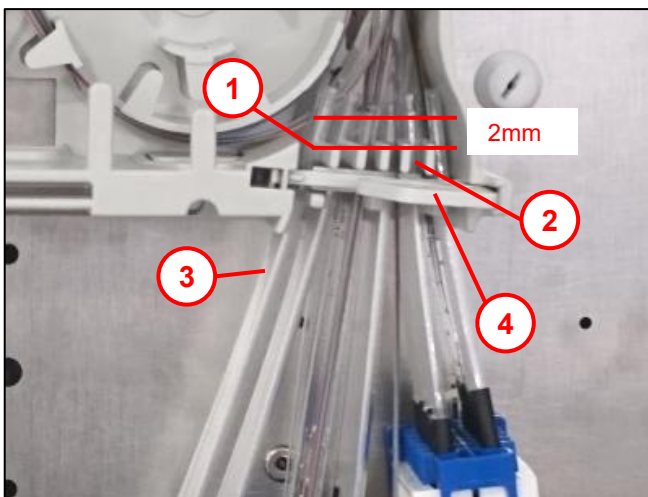

Abb. 27
- Pos. 3** Organziermodul (Basiselement) zur Aufnahme der Kassetten (siehe auch Abb. 27)